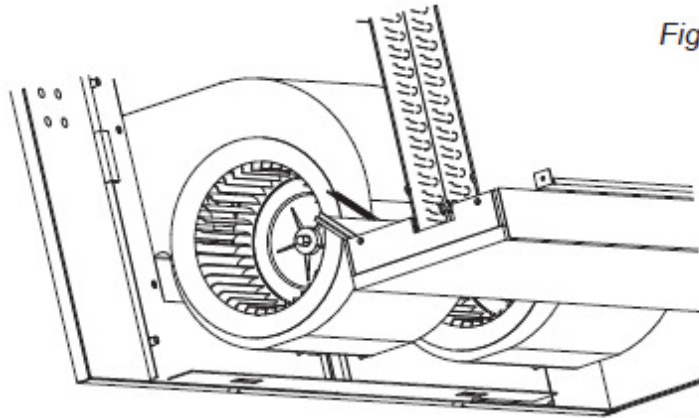

Fig.9-9
- 3) O data ce gaura din clapeta ventilatorului este mai mare decat stiftul de pe placa din fata, mutati ansamblul pentru a trece stiftul prin gaura. (Fig.9-9)